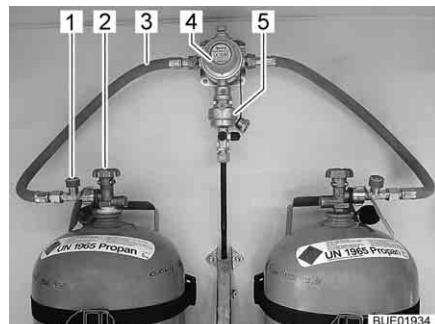
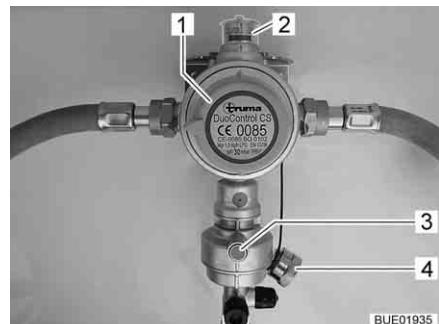
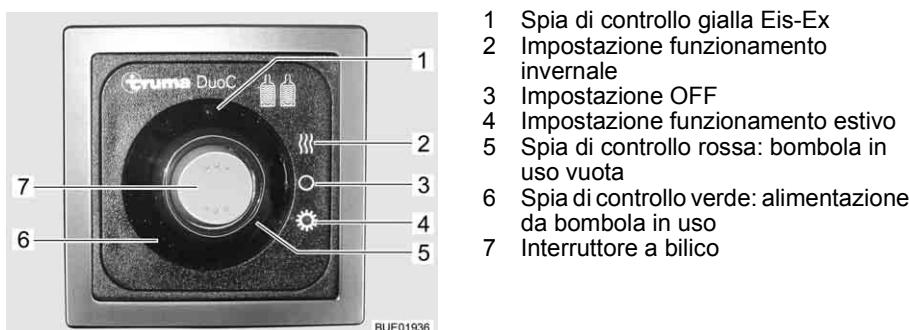

Fig. 92 Bombole del gas con DuoControl
Fig. 93 Impianto di regolazione DuoControl
Fig. 94 Centralina di controllo (DuoControl)
L'impianto di regolazione DuoControl consiste in una valvola di commutazione (Fig. 92,4) e un sensore crash (Fig. 92,5). L'impianto di regolazione DuoControl è installato tra i tubi flessibili del gas (Fig. 92,3) con un dispositivo antirottura del tubo flessibile (Fig. 92,1). Con la manopola (Fig. 93,1) sulla valvola di commutazione è possibile stabilire quale delle bombole del gas viene utilizzata come bombola in uso e quale come bombola di riserva.
Nella finestra di controllo (Fig. 93,2) viene visualizzato lo stato del rifornimento di gas:
Il funzionamento con una sola bombola del gas è consentito, ma in questi casi il collegamento aperto deve essere assolutamente chiuso con una copertura cieca (Fig. 93,4).
Sensore crash	Il sensore crash blocca l'alimentazione del gas in caso di forti vibrazioni (es. incidente). Il sensore crash viene azionato mediante pressione del tasto reset verde (Fig. 93,3).
Dispositivo antirottura del tubo flessibile	Il dispositivo antirottura del tubo flessibile (Fig. 92,1) blocca il flusso di gas quando il tubo flessibile collegato si rompe. Il dispositivo antirottura del tubo flessibile deve essere attivato premendo il tasto verde.
Tramite la centralina di controllo (Fig. 94) è possibile attivare e disattivare l'alimentazione del gas tramite l'impianto di regolazione DuoControl. Le valvole principali di arresto (Fig. 92,2) delle bombole del gas e i rubinetti di arresto del gas degli apparecchi devono essere aperti manualmente.
È possibile passare dal funzionamento estivo a quello invernale tramite l'interruttore a bilico (Fig. 94,7) della centralina di controllo.
Le due spie di controllo sulla centralina di controllo indicano il livello di riempimento della bombola in uso. Quando la spia di controllo verde (Fig. 94,6) è accesa, la bombola in uso è sufficientemente piena. Se è accesa la spia di controllo rossa (Fig. 94,5), la bombola in uso è vuota. Il rifornimento di gas avviene poi tramite la bombola di riserva.
- Con la manopola (Fig. 93,1) sulla valvola di commutazione selezionare la bombola del gas, da cui proviene la principale alimentazione del gas (bombola in uso). Girare la manopola fino all'arresto.
- Aprire le valvole principali di arresto (Fig. 92,2) delle bombole del gas.
- Premere il tasto verde del dispositivo antirottura del tubo flessibile (Fig. 92,1). Nella finestra di controllo (Fig. 93,2) viene visualizzato il simbolo verde.
- Sulla centralina di controllo (Fig. 94) attivare l'impianto di regolazione DuoControl. Posizionare l'interruttore a bilico (Fig. 94,7) su funzionamento invernale (Fig. 94,2) oppure su funzionamento estivo (Fig. 94,4). La spia di controllo gialla Eis-Ex (Fig. 94,1) si accende quando si seleziona il funzionamento invernale.
- Portare l'interruttore a bilico (Fig. 94,7) nella posizione OFF (Fig. 94,3). Le spie di controllo si spengono.
- Chiudere le valvole principali di arresto (Fig. 92,2) delle bombole del gas.
Se la spia di controllo verde (Fig. 94,6) si spegne durante il funzionamento e la spia di controllo rossa (Fig. 94,5) si accende, significa che la bombola in uso è vuota e deve essere sostituita. Nella finestra di controllo (Fig. 93,2) viene visualizzato il simbolo rosso. La bombola di riserva continua ad alimentare le utenze a gas.
- Ruotare di mezzo giro la manopola (Fig. 93,1) in direzione della bombola del gas utilizzata. In questo modo questa bombola del gas ora è la bombola in uso, mentre la bombola del gas vuota diventa la bombola di riserva. Il simbolo nella finestra di controllo (Fig. 93,2) passa da rosso a verde.
- Chiudere la valvola principale di arresto (Fig. 92,2) della bombola del gas vuota. Osservare la direzione della freccia.
- Premere il tasto verde del dispositivo antirottura del tubo flessibile (Fig. 92,1).